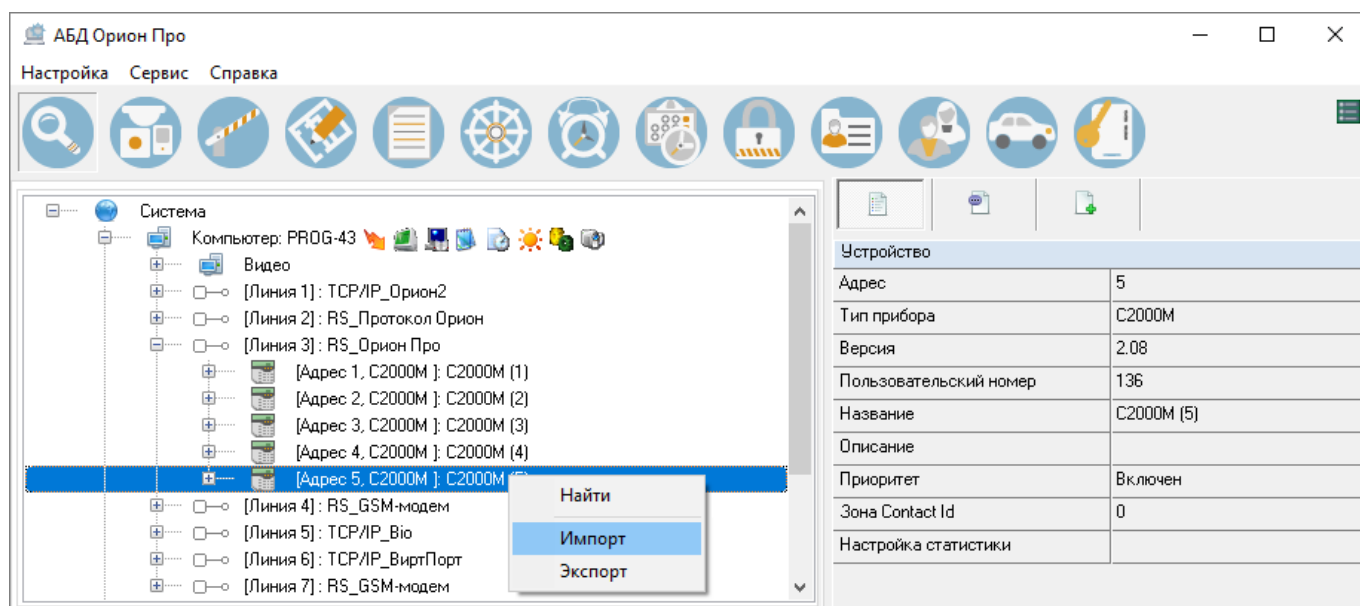

Рисунок 6-901 Инициализация импорта конфигурации пульта "C2000M" в БД через контекстное меню
- б) нажмите правой клавишей мыши на пульт «С2000/С2000М», для которого необходимо импортировать конфигурацию, после чего в появившемся контекстном меню выберите пункт «Импорт» (см. Рисунок 6-901);